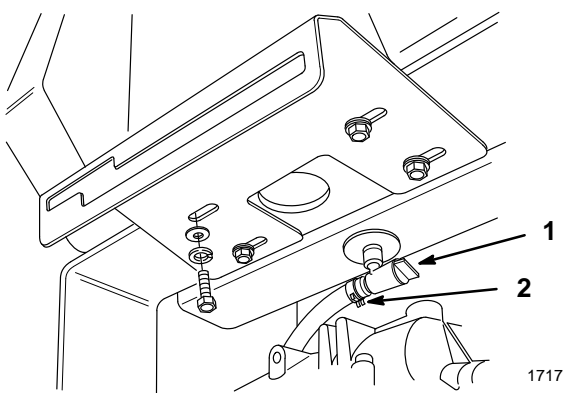

Figure 28
2. Fermer le robinet d'essence sous le réservoir (Fig. 28).
3. Pincer les extrémités du collier du flexible, et faire glisser le collier pour l'éloigner du robinet (Fig. 28).
4. Tirer sur le flexible pour le détacher du robinet (Fig. 28). Ouvrir le robinet et laisser l'essence s'écouler dans un bidon d'essence ou un autre récipient.
6. Ouvrir le robinet d'essence sous le réservoir (Fig. 28).